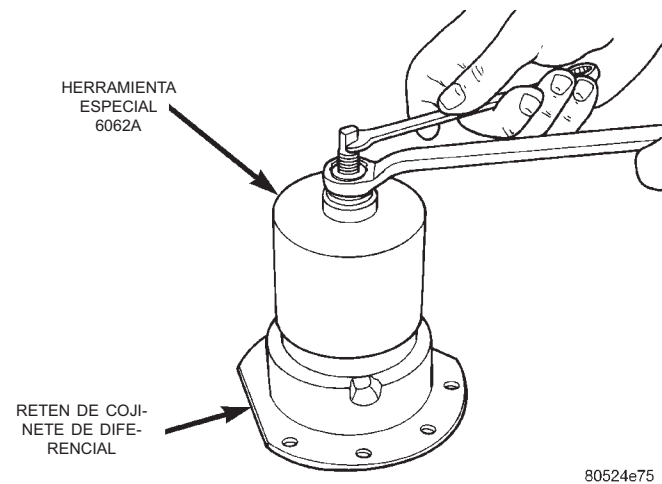
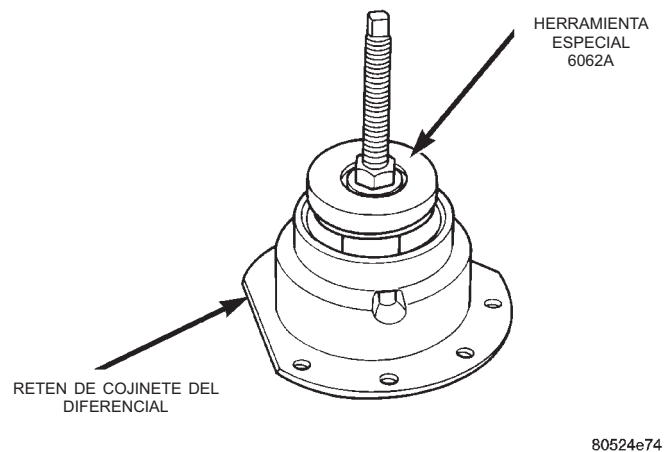

Fig. 310 Desmontaje de la cubeta de cojinete
Fig. 309 Emplazamiento del extractor de cubeta de cojinete en el retén
(7) Con la herramienta especial Miller 6062A, retire la guía de cojinete del diferencial del retén de cojinete (Fig. 309) (Fig. 310).